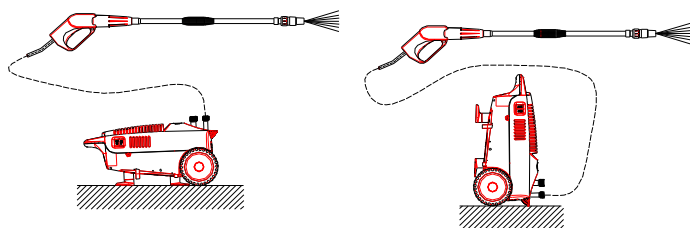

Figura 5
5.3.9 Durante el trabajo, el aparato puede estar posicionado de dos formas. Véase figura 5